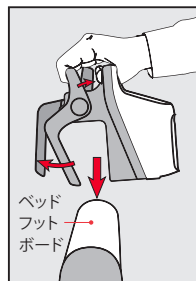

図 1
- フットボードにコントローラを設置します。コントローラのハンドルと軸回転式ベッドフックの最上部を強く握って、フックを開きます。フットボードを挟み、ベッドフックから手を離せば、フットボードに据え付けることができます。右の図1を参照してください。しっかり固定されているか確認してください。または、テーブルの上などの水平な場所にコントローラを設置することもできます。本体の周囲に十分に空気が流れるようにします。チューブの接続部を覆うなどして視界を遮らないようにしてください。本体の周囲の十分な空気の流れを阻害すると、コントローラの過熱を引き起こす可能性があります。